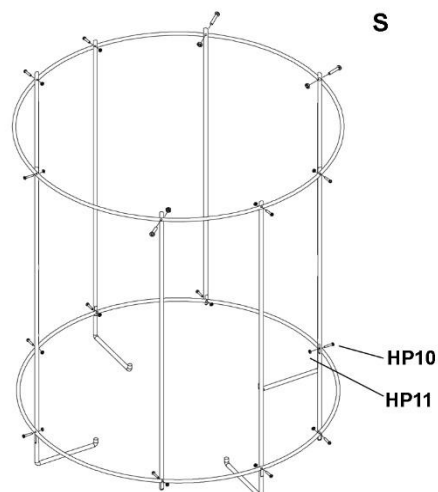

Abbildung 13
18. Die kurzen und die langen Rahmenstützstreben wie in Abb. 13 gezeigt abwechselnd in die Bügel einschrauben. Mit den je sechzehn Flachkopfschrauben und Sechskantmutter (HP10, HP11) sichern. (Hinweis: Die Wölbungen an den langen Stützstreben müssen wie in der Abbildung gezeigt nach innen weisen.)